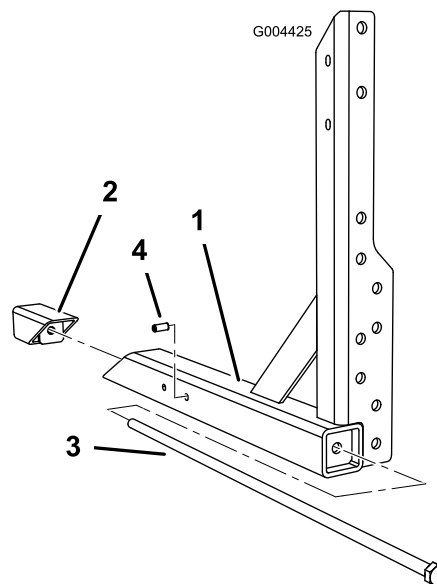

Figura 6
2. Per le irroratrici per tappeto erboso 5700, montate una spina elastica nel foro esterno, più vicino al supporto ad angolo (Figura 6).
1. Montate il bullone del telaio attraverso il montante e nel cuneo del telaio (Figura 6).